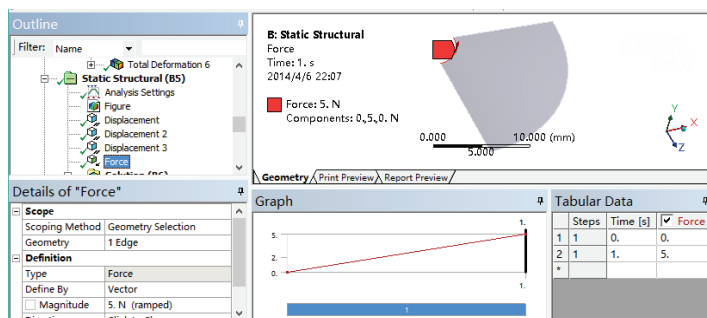

图 10-14 设置力载荷
7) 选中 Force, 选择需要施加压力的内圆边缘, 单击 Details of “Force” 细节窗口中 Geometry 选项下的 Apply 按钮, 然后单击 Direction, 然后设置如图 10-14 所示参数。